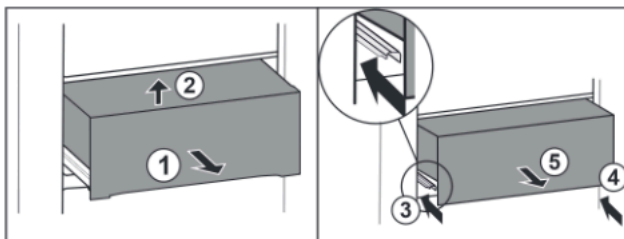

Fig. 30
- Estrarre il cassetto a metà Fig. 30 (1).
- Sollevare dal lato anteriore Fig. 30 (2).
- Inserire la guida a sinistra Fig. 30 (3).
- Inserire la guida a destra Fig. 30 (4).
- Rimuove il cassetto tirandolo in avanti Fig. 30 (5).